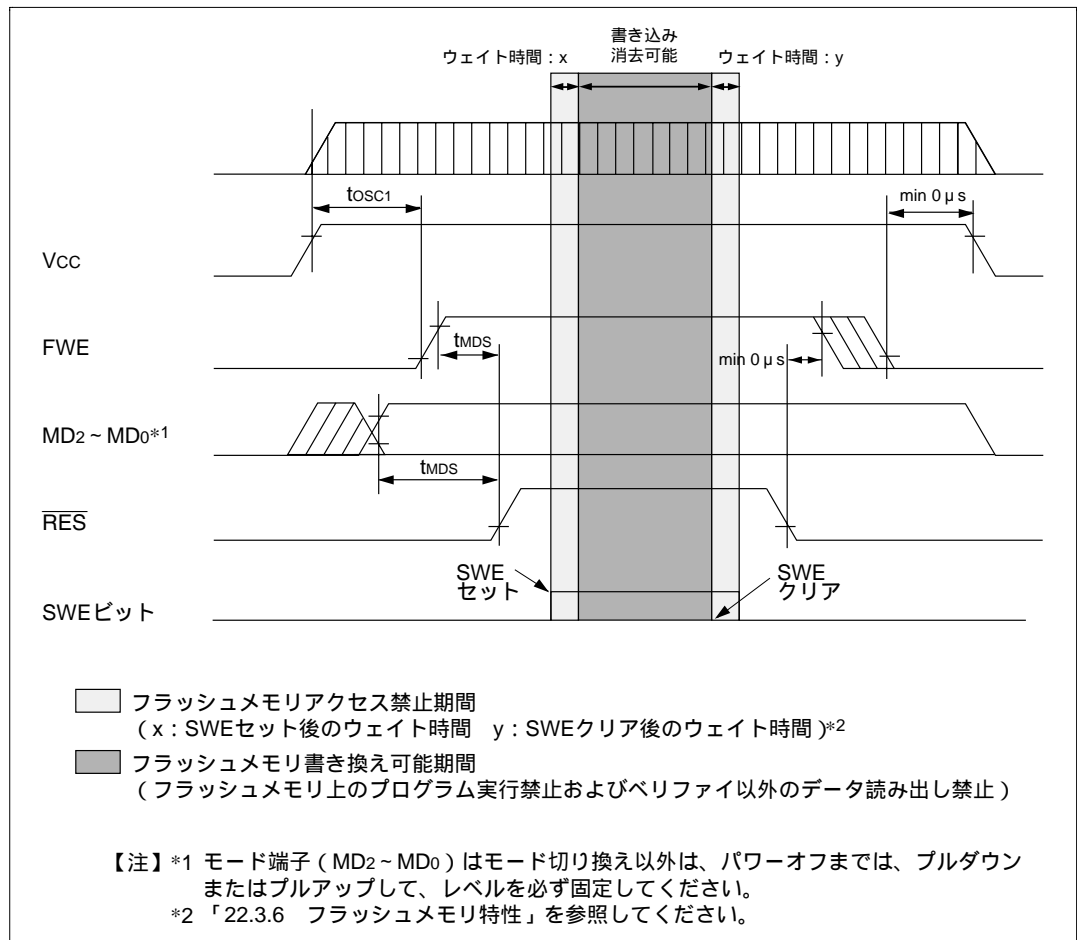

図 18.16 電源投入 / 切断タイミング (ブートモード)
(2) 電源投入 / 切断時の注意 (図 18.16 ~ 18.18 参照)